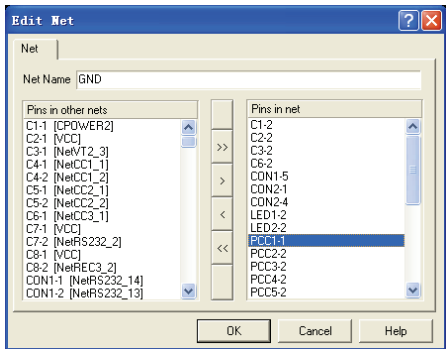

图 6-37 “Edit Net” 对话框
2) 此时，可以在“Nets in Class”列表中选择需要连接的网络，例如 GND，然后双击该网络名或者单击下面的“Edit”按钮，系统将弹出图 6-37 所示的“Edit Net”对话框，此时可以选择添加连接该网络的元器件引脚，如 PCC1-1。
单击“Nets in Class”列表下面的“Add”按钮，可以向 PCB 添加新的网络，系统弹出的对话框与图 6-37 一样。可以在“Net Name”文本框中输入新的网络名，并可以分别添加该网络的连接。